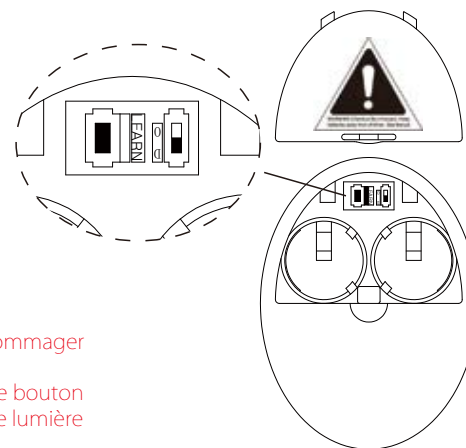

Fig. 19
## ACTIVATION DU PROCESSUS D'APPRENTISSAGE(Fig. 19)
2. Après l'installation est terminée, l'alimentation C.A. est allumé dans les 30 secondes, appuyez sur le bouton LEARN et maintenez-le enfoncé pendant 3 secondes. Le ventilateur s'allume à vitesse moyenne et le lumière (s'il est installé) s'allume. Ceci confirme que le réglage SMART SYNC est actif et OK (FIG. 19)
## INTERRUPTEUR DE SÉLECTION DE LA FONCTION lumière (Fig19)